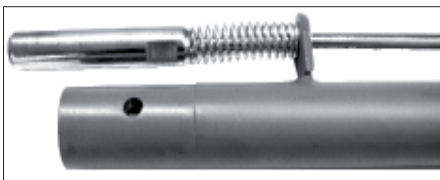

Fig. 03
- Führen Sie nun den kompletten Handgriff in die Öffnung der Hebelaufnahme. Hierbei ist auf die richtige Positionierung (Zapfen des Hebels in Ausnehmung der Hebelaufnahme) zu achten. Sollte dieser nicht sofort richtig eingerastet sein, so betätigen Sie den oberen Drehknopf leicht bis der innenliegende Zapfen des Hebels in die Ausnehmung der Hebelaufnahme hineingleitet. (Fig. 03 / Fig. 10)